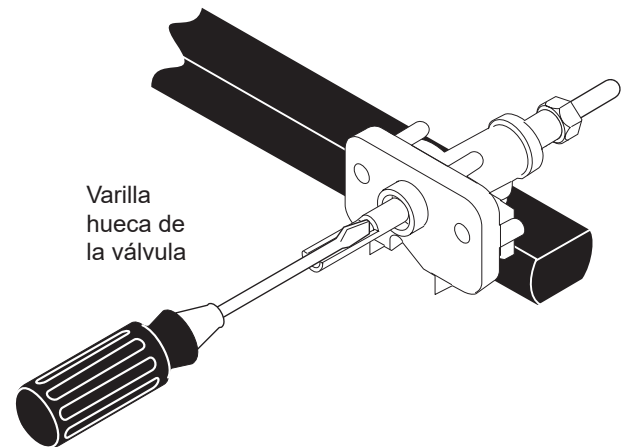

Figura 14
- Introduzca un destornillador delgado en la varilla hueca de la válvula y ajústelo sobre el tornillo que se encuentra adentro. El tamaño de la llama se puede aumentar o reducir girando el tornillo. Gire el tornillo a la izquierda para aumentar el tamaño de la llama. Gire el tornillo a la derecha para reducir el tamaño de la llama (Figura 14). Ajuste la llama hasta que pueda girar la perilla rápidamente desde la posición "LITE" (encender) hasta el ajuste mínimo sin que se apague la llama. La llama debe ser lo más pequeña posible sin que se apague.